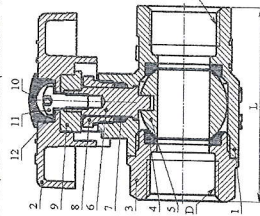

Рисунок 1. Кран КРДШ
7.1.1 Конструкция крана представлена на рис. 1